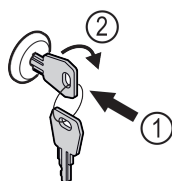

Fig. 102 Primjer izgleda
- Uvucite ključ Fig. 102 (1).
- Okrenite ključ za 90° nadesno Fig. 102 (2).